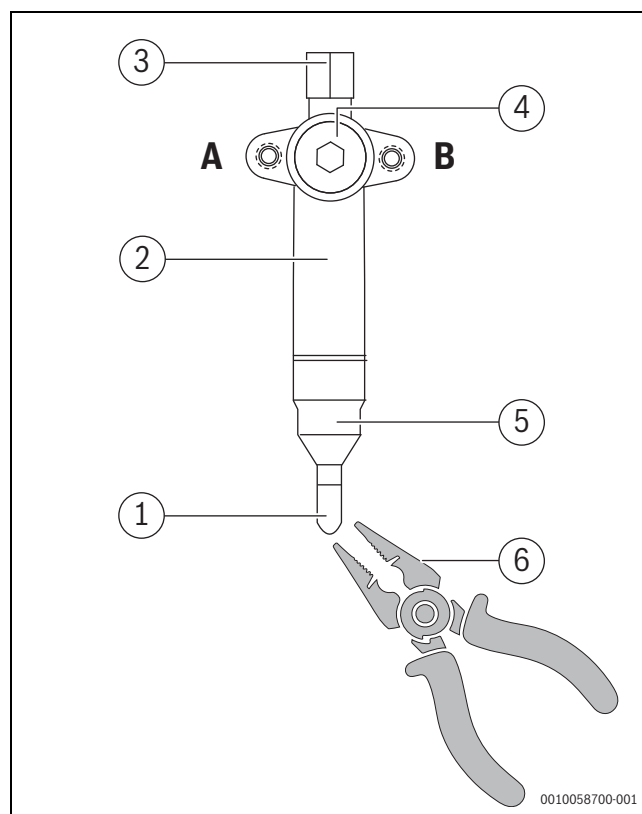

Fig. 92
- ▶ Retirar o tubo de vedação grande (→ Fig. 92).